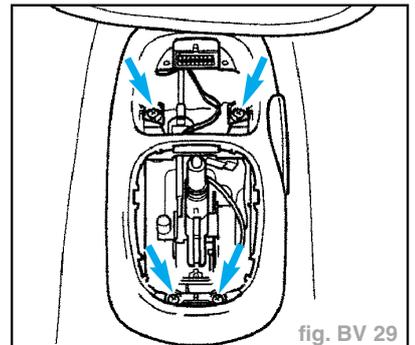

fig. BV 29
- Déposer la console centrale (flèches) et la mettre de côté ; ne pas desserrer les raccords de câbles (fig. BV 29).
- Déposer la console centrale (flèches) et la mettre de côté : ne pas desserrer les raccords de câbles (fig. BV 29).